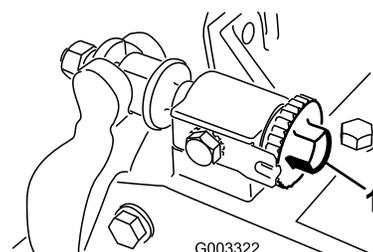

Figura 24
1. Allentate il contatto cilindro/controlama ruotando le manopole di regolazione della controlama (Figura 24) in senso antiorario finché non vi sarà più nessun contatto.